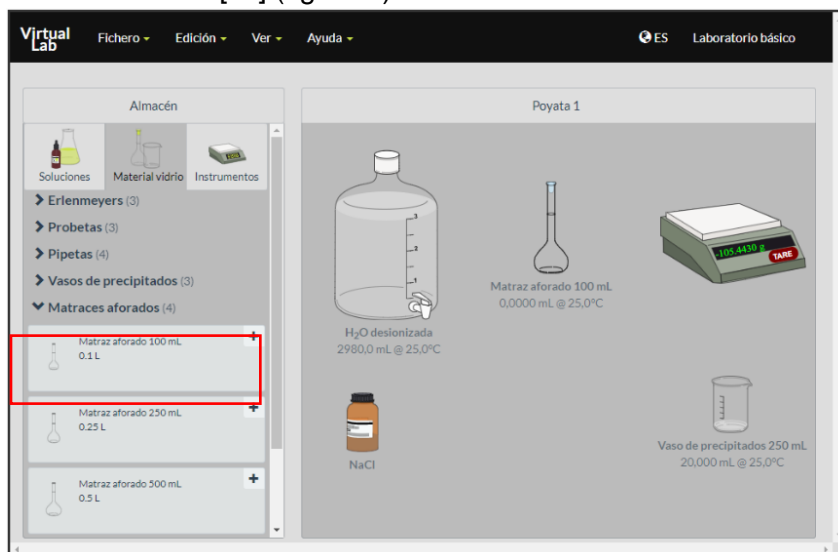

Figura 9. Simulador *Making stock solutions from solids*.
10. Seleccione en **Material vidrio > Matrazes aforados** y coloque sobre la mesa de trabajo el matraz aforado de 100 [ml] (figura 9).